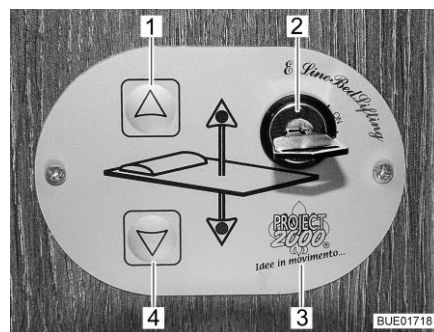
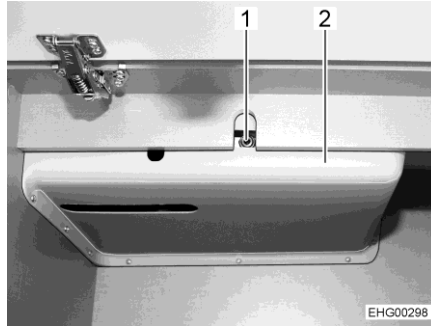

Fig. 153 Commande
Fig. 157 Accès à l'entraînement
Commande Les touches (Fig. 153,1 et 4) sur l'unité de commande (Fig. 153,3) permettent d'abaisser ou de relever le lit escamotable. L'interrupteur à clé (Fig. 153,2) permet de protéger l'unité de commande contre toute utilisation non autorisée.
- Tourner la clé de 90° dans le sens des aiguilles d'une montre dans l'interrupteur à clé (Fig. 153,2). L'unité de commande (Fig. 153,3) est activée.
- Appuyer sur la touche fléchée (Fig. 153,4) et la maintenir pressée jusqu'à ce que le lit escamotable ait atteint la position désirée vers le bas.
- Appuyer sur la touche fléchée (Fig. 153,1) et la maintenir pressée jusqu'à ce que le lit escamotable ait atteint sa position finale supérieure.
Régime de secours S'il n'est plus possible de déplacer le lit escamotable avec les touches fléchées (Fig. 153,1 et 4), contrôler d'abord le fusible derrière l'habillage (Fig. 157,2) (voir paragraphe 9.10.1). Si le fusible n'est pas défectueux mais qu'il n'est toujours pas possible de déplacer le lit escamotable, y procéder manuellement.
- Insérer la manivelle ou la clé mâle coudée pour vis à six pans creux dans la réception sur le moteur (Fig. 157,1).